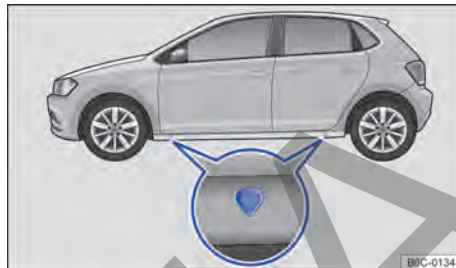

Fig. 200 Puntos de apoyo del gato.
El gato únicamente puede ser posicionado en los puntos de apoyo indicados (marca en la carrocería) → fig. 200. Es válido el punto de apoyo ubicado próximo a la rueda correspondiente → ⚠.
7. Buscar debajo del vehículo el punto de apoyo del gato → fig. 200 más cerca de la rueda que se debe cambiar.